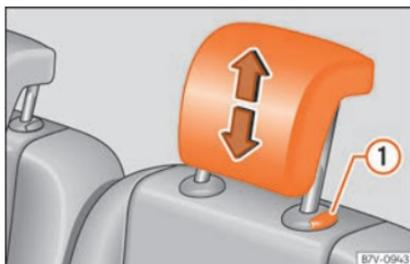

Fig. 155 Ajuste do encosto de cabeça da segunda ou terceira fila de bancos.
- Suba o encosto de cabeça na direção da seta ou baixe-o »» **Fig. 154** ou »» **Fig. 155** pressionando o botão »» em **Desmontar e montar os encostos de cabeça** na página 160.